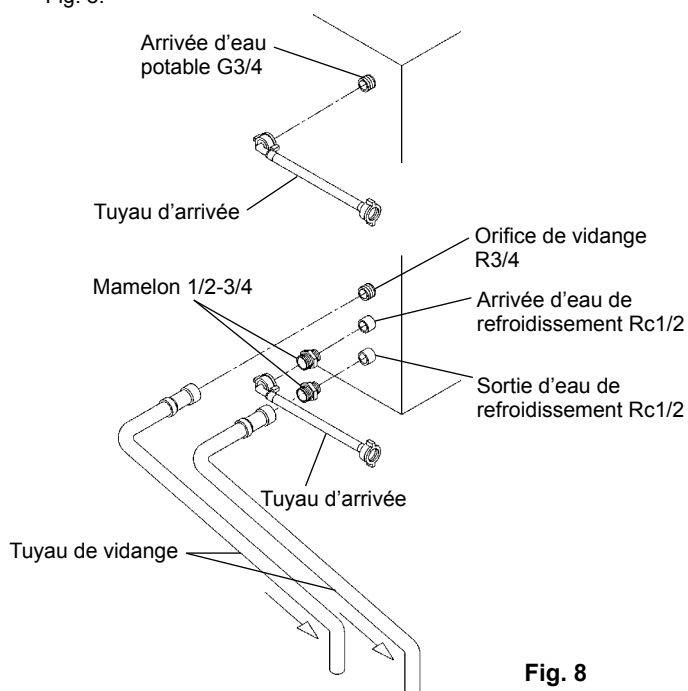

Fig. 8
## [b] Raccordements en dehors des réglementations WRC à l'aide des tuyaux des accessoires (Fig. 8)
2) Pour raccorder le condenseur, utilisez les tuyaux des accessoires fournis et reliez-les comme ci-dessus - étapes 1) à 3) du point [a] - aux extrémités libres des raccords 1/2-3/4, comme indiqué sur la Fig. 8.